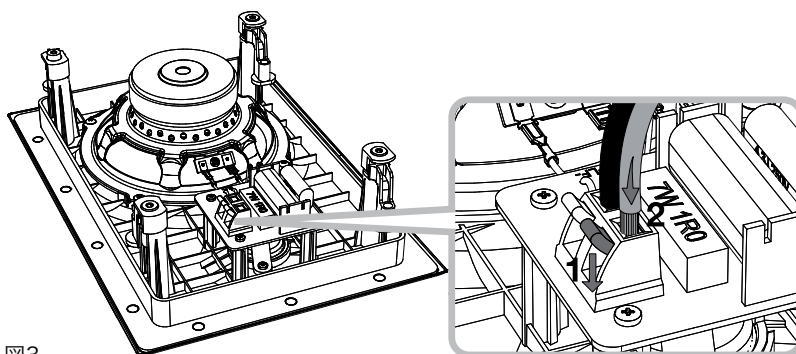

図3
4.3 次に、スピーカーケーブルをクロスオーバーボードにあるスプリング端子に接続します。スピーカーを正しい極に接続するようにしてください。つまり、アンプのプラス電極に接続したケーブルは、スピーカーの赤いスプリング端子に、同様に、アンプのマイナス電極に接続したケーブルは、スピーカーの黒いスプリング端子に接続してください。ケーブルの接続については図3をご覧ください。